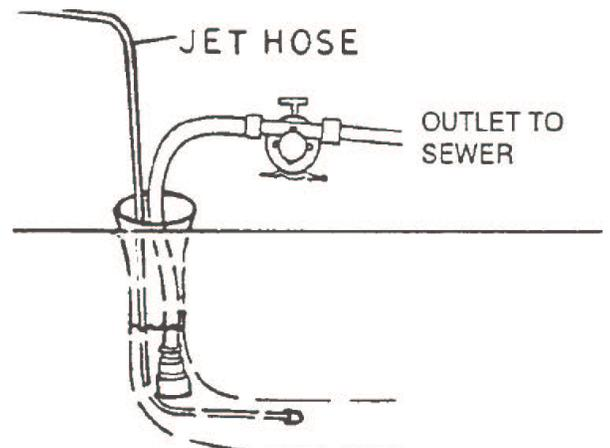

FIG. 7
14. En los raros casos en que se crea reflujos, se puede utilizar una bomba de achique (ver Fig. 7).